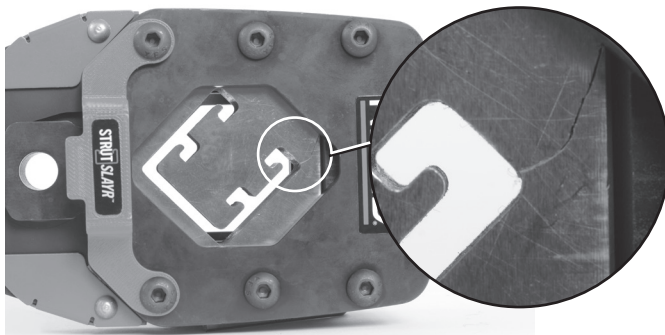

Figur 1 – STRUTSLAYR skjærehode
- Korrekt montering og fullstendighet (se Figur 1).
- Tilstedeværelse og lesbarhet av advarseldekal (som vist i Figur 1).